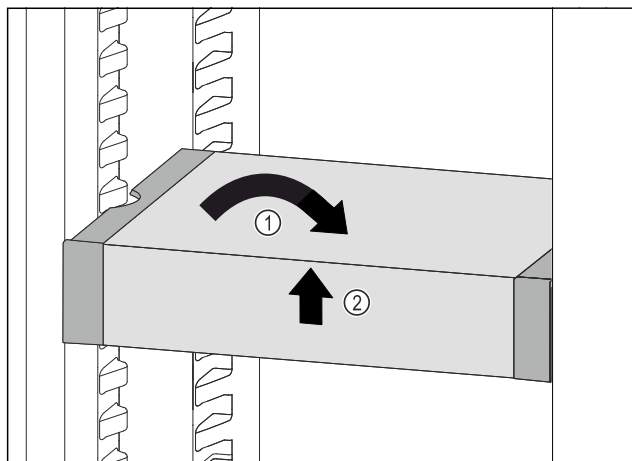

Fig. 130
- Vendosni drejt VarioSafe. Fig. 130 (1)
- Ngrini lart VarioSafe në pjesën përpara. Fig. 130 (2)